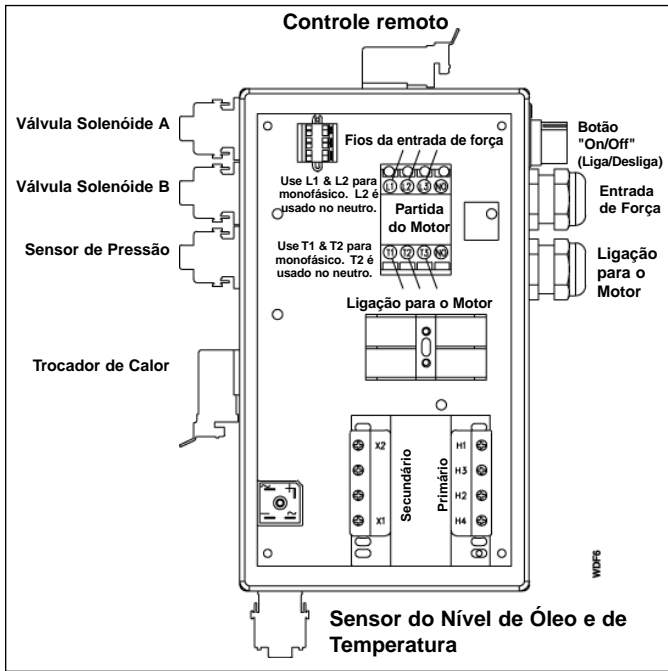

Figura 4, Esquema de ligações
O trocador de calor, o sensor de pressão, o controle remoto, os solenóides (A) e (B) são fornecidos com conectores que se engatam nas respectivas tomadas localizadas na caixa de ligações elétricas. (Figura 4). A chave de pedal se conecta na tomada de controle remoto.